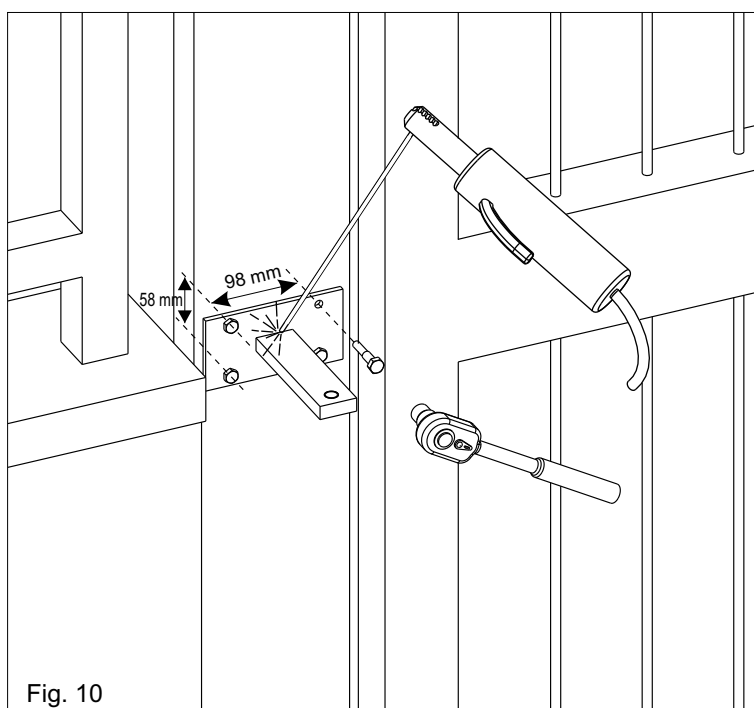
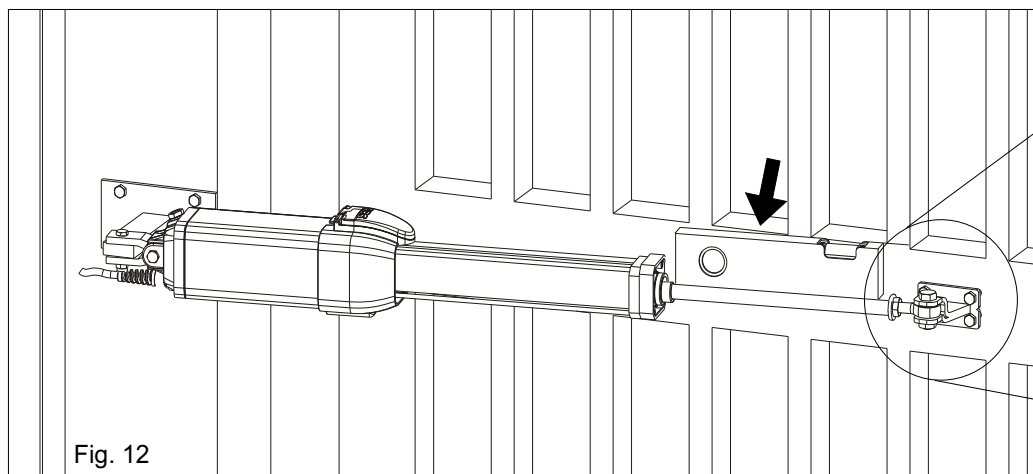

Fig. 10
Fig. 12
Selon le type d'ouverture (intérieure ou extérieure) et la rotation maxie du vantail choisie (voir pag.5), il faut couper (en avant) la bride en respectant le quota "a" de pag. 5 et après souder comme dans fig. 10.
Le support doit être positionné de façon que l'opérateur est parfaitement horizontal (Fig. 10 ,Fig.12).
- 4) Positionner l'opérateur de façon parfaitement horizontal donc marquer la position de l'attaque antérieur (Fig. 12)